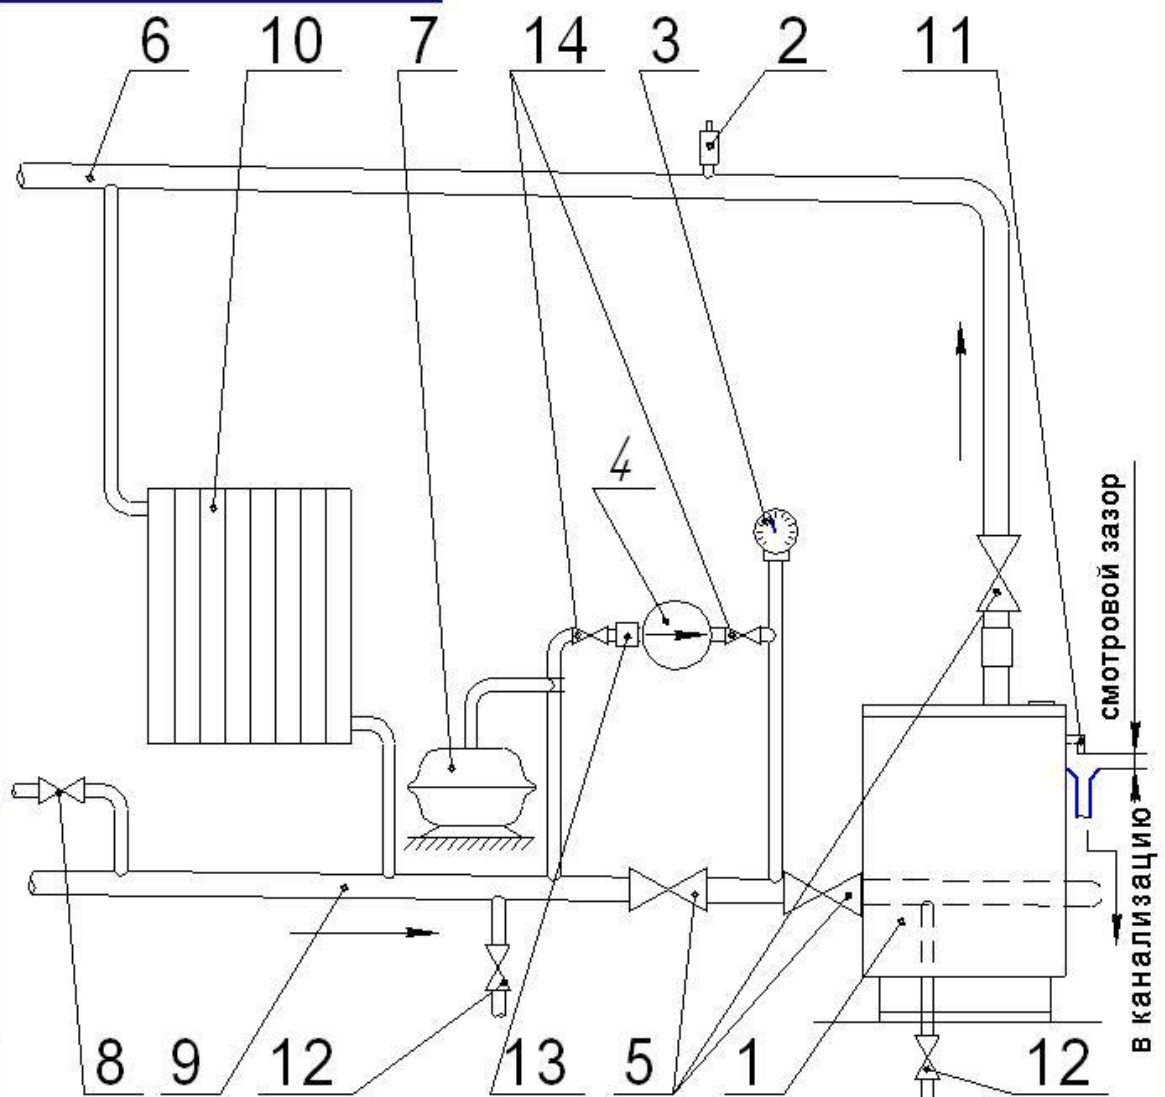

Рис.11 Рекомендуемая схема разводки отопительной системы с принудительной циркуляцией воды.
**ВНИМАНИЕ!** Во избежание выхода стального теплообменника из строя, «теплого удара», запрещается подпитывать систему холодной водой на входе в разогретый котел. В случае, если система отопления устроена с подпиткой на входе в котел (в обратную трубу), подпитку необходимо производить после остывания котла до температуры не более 30 °С. В системах непрерывного действия с принудительной циркуляцией воды подпитку необходимо делать на выходе из котла (см. рис. 11).